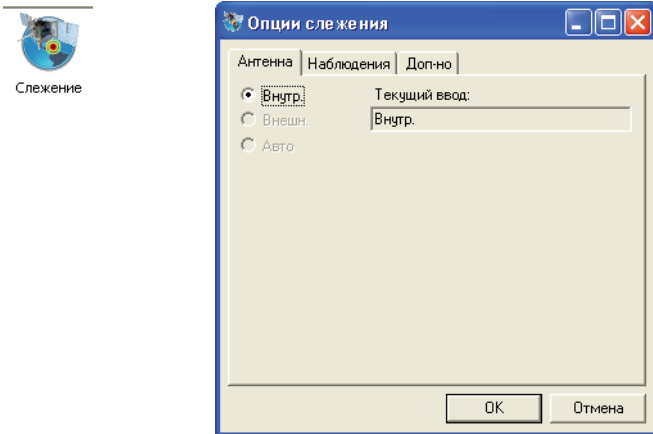

Рис. 3-19. Установка типа используемой антенны
- Нажмите значок **Слежение**, и выберите тип используемой приемником антенны (Рис. 3-19).
16. Для RTK роверов нажмите значок **Состояние** (Рис. 3-19 на стр. 3-21), чтобы убедиться, получает ли приемник дифференциальные поправки. Как правило, приемник начинает выдавать координаты фазового центра антенны, а также тип разрешения через 10–30 секунд. Однако время синхронизации радиомодема может занять около 60 секунд.